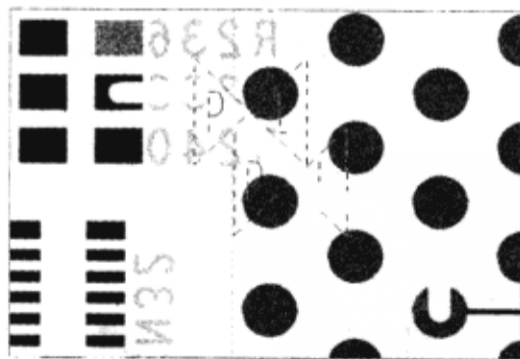

图 4-2-20 DRC 错误
(2) 单击 DDR\_DS0 网络的 R238 与 XU1 的引脚间的布线，布线变宽，但是会有 DRC 标志出现，如图 4-2-20 所示。